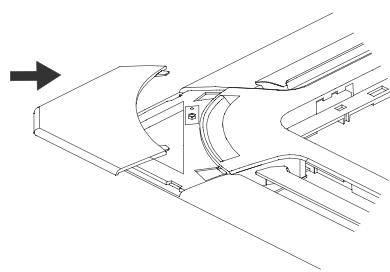

Рис. 10.6
- Установите монтажные уголки на четыре угла, прижимая их к центру блока (см. рис. 10.6).